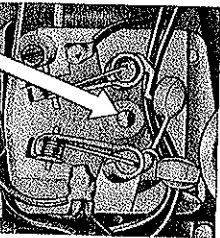

Fig. 2
3. **Schmierung.** Nach kurzer Betriebszeit empfehlen wir die Schmierung der Ankerlager (siehe Fig. 2 und 3) und der Lager der Getrieberäder. Hierzu ist das Lokomotivgehäuse abzunehmen (siehe Punkt 4). Außerdem sind die in Figur 4 mit Pfeilen gekennzeichneten Ankerlager zu ölen. Auf eine Lagerstelle darf nicht mehr als 1-2 Tropfen Öl gegeben werden. Zu starkes Öl führt zur Bildung einer Schmutzschicht, wodurch Störungen auftreten können. Als Schmiermittel ist MARKLIN-Schmieröl 7199 oder Winteraöl zu empfehlen; unter keinen Umständen darf Speiseöl verwendet werden. Die Schmierung der hier genannten Lager ist nach einiger Laufzeit zu wiederholen.
3. Lubrication. We advise lubricating the armature bearings (see figs. 2 and 3) and also the gear bearings, after the engine has been running a little while, taking the engine casing off for the